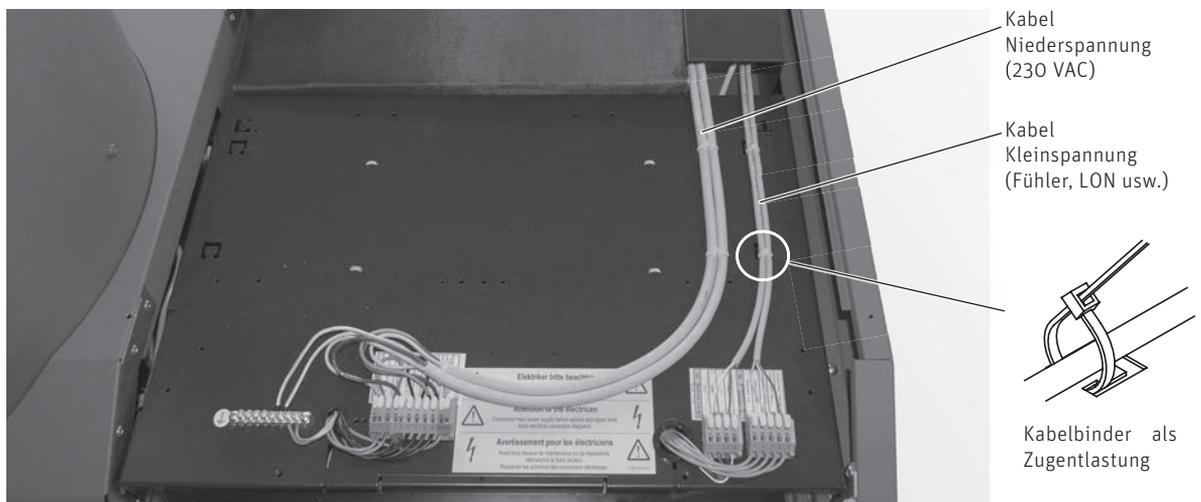

Fig. 93 Verkabelung BioWIN 2 Touch mit Regelung an der Wand
Alle Kabel mit Kabelbinder als Zugentlastung an der gestanzten Lasche befestigen – Fig. 93.
**VORSICHT** Auf die getrennte Führung der Kleinspannungsleitung (0–12 VDC) und der Niederspannungsleitung (230 VAC) ist zu achten! – Fig. 93.